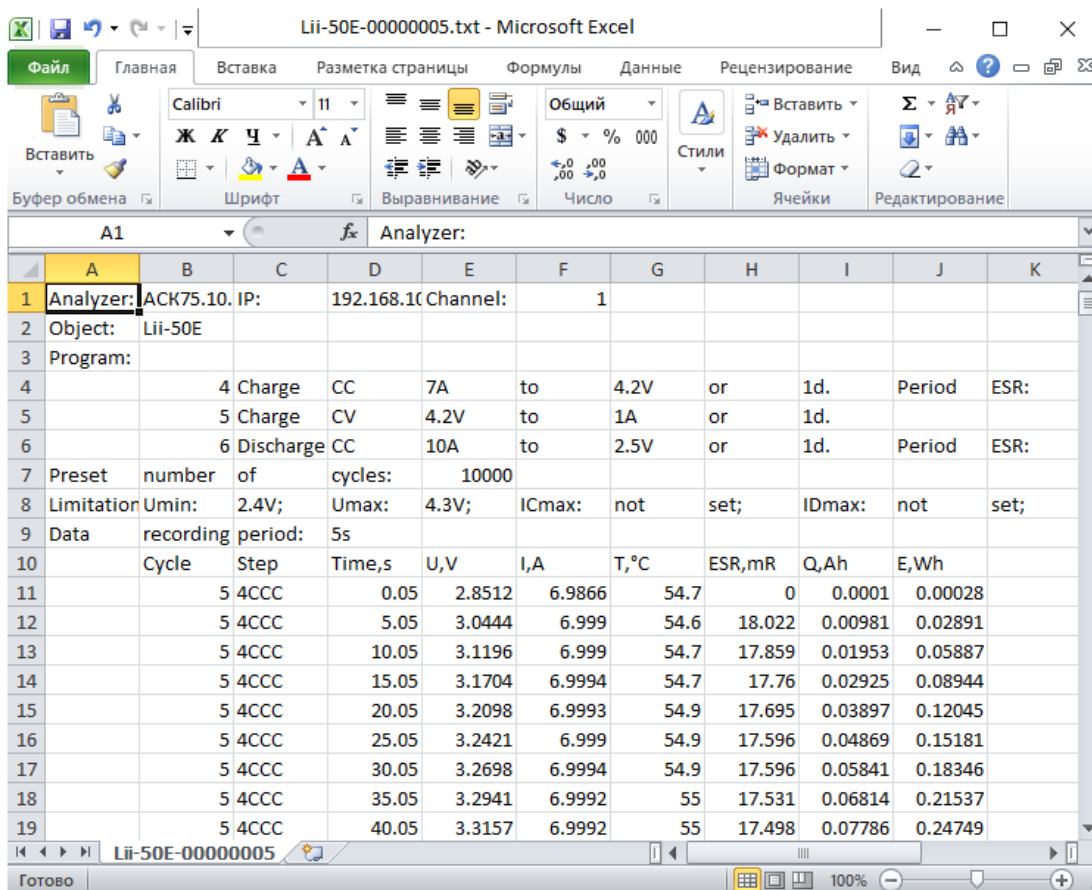

Рисунок 60 - Файл результатов измерений, открытый в программе MS Excel и доступный для последующей обработки
- Результаты измерений загружаются на страницу MS Excel и становятся готовы для дальнейшей работы (см. рисунок 60).